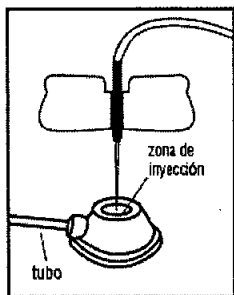

Figura 1
1. Se puede emplear la microcúpula de inyección cuando se quiere reducir la palpabilidad. Esta cúpula puede resistir hasta 10 pinchazos. Se aconseja colocar esta cúpula en un lugar relativamente superficial para facilitar su identificación y el acceso a la misma durante los sucesivos llenados. El llenado se realiza con un solución de cloruro sódico USP estéril apirógena para inyección. Emplear una jeringa de 23 gauge o menor convencional o palomilla. Se debe tener especial cuidado de pinchar sólo el centro de la parte superior de la microcúpula de inyección (figura 1).